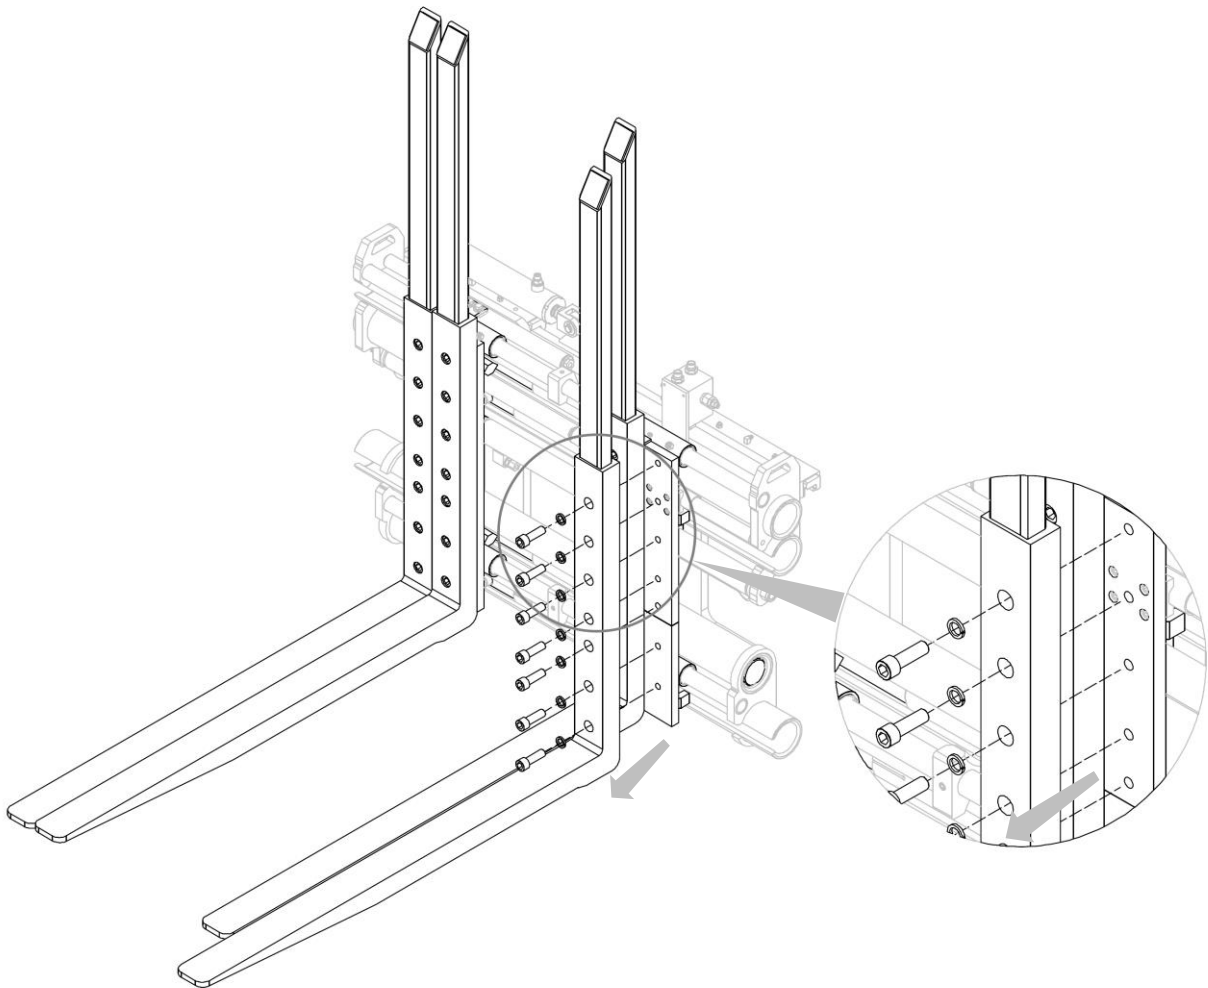

Figura 16
2. Rimuovere tutte le viti che bloccano le forche (vedi *Figura 16*).